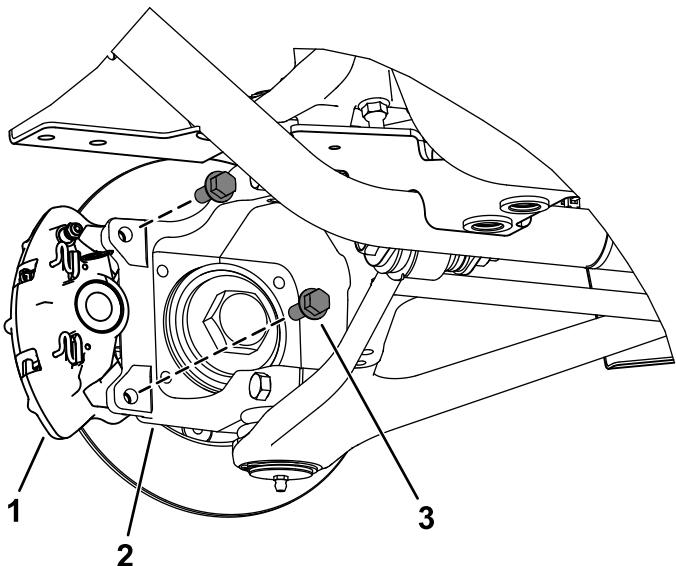

Рисунок 4
4. Выверните болты с фланцевыми головками ($3/8 \times 1$ дюйма), которые крепят суппорт тормоза в сборе к поворотному кулаку рулевого управления (передняя часть машины) и мосту (задняя часть машины), и снимите суппорт тормоза в сборе (Рисунок 4).